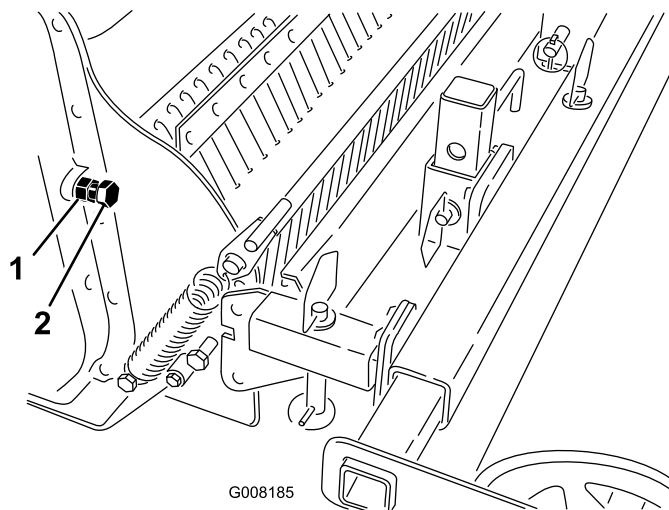

Figura 11
3. Enrosque el tornillo a mano hasta que note resistencia (Figura 11).
2. Afloje la contratuerca del tornillo de ajuste de la cadena (Figura 11).